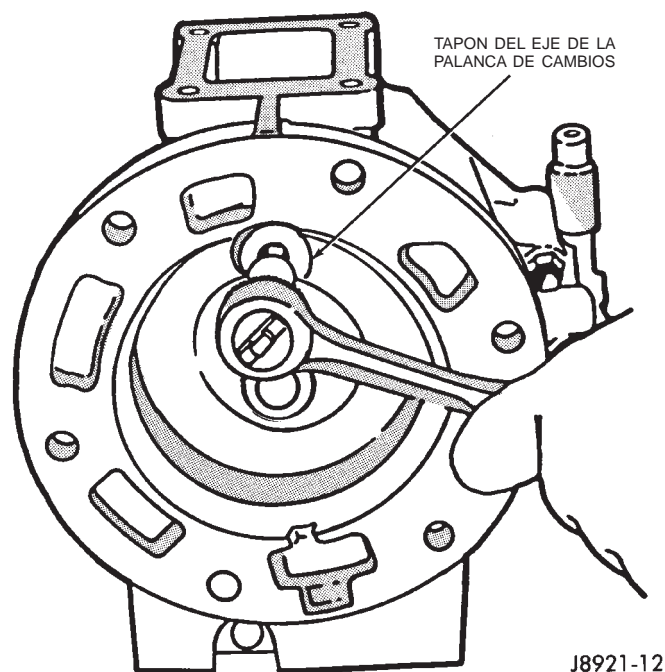

Fig. 25 Desmontaje del tapón del eje de la palanca de cambios
- (12) Retire el tapón del eje de la palanca de cambios (Fig. 25).